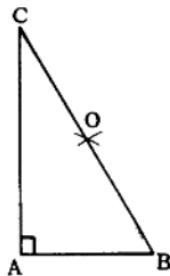

图 6
1. 直角三角形 ABC 中(图 6), AB 等于 20 毫米, 且 AB 的对角等于  $30^{\circ}$ , 按作图步骤作图。